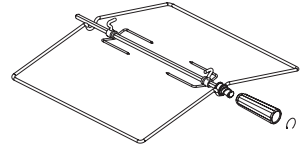
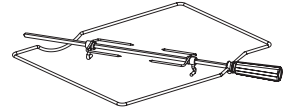

рис. 14
рис. 14.1
1. Плиты могут комплектоваться вертелом различной конструкции, со съемной рукояткой (рис.14). В зависимости от комфортности плиты могут комплектоваться вертелами другого исполнения (рис.14.1). Для вертела (рис. 14, рис.14.1) при установке и извлечении использовать рукоятку, которая накручивается на резьбовую втулку.
Во время приготовления дверца должна быть закрыта, для вертела (рис. 14, рис. 14.1) рукоятка должна быть снята.